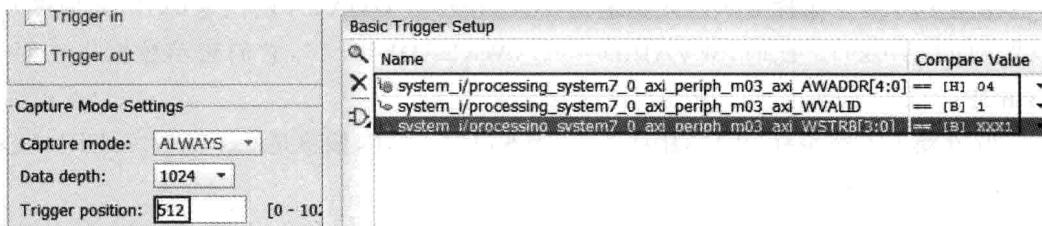

图 4.108 设置触发器位置窗口
- (24) 将值从 xx 改变到 04 (math\_1 实例的 slave\_reg2 地址)。
- (25) 类似地,添加 WSTRB 和 WVALID 信号,将其值从 xxxx 改成 xxx1,以及 1。
- (26) 如图 4.108 所示,将 hw\_ilas\_2 触发器的位置设置为 512。